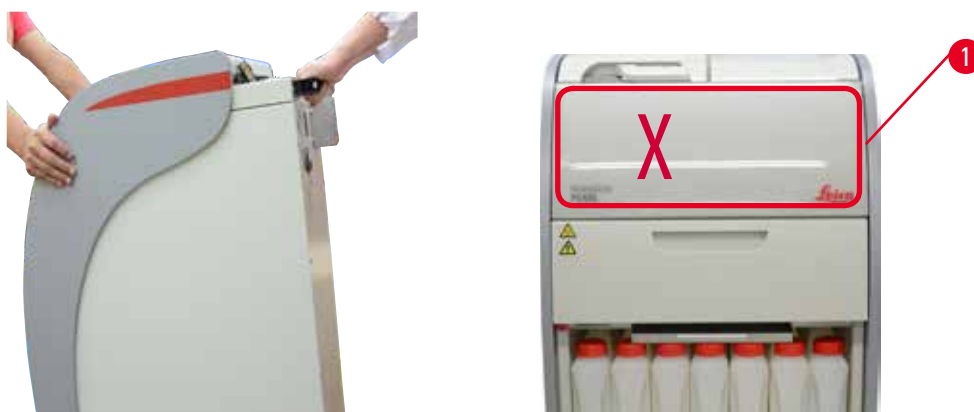

Рис. 5
- » При скатывании прибора с поддона один человек должен поддерживать его обеими руками за наружные верхние углы; другой человек должен надёжно удерживать заднюю часть прибора обеими руками (→ "Рис. 5"). Не удерживайте прибор за хрупкую область блестящего плексигласа (→ "Рис. 5-1").